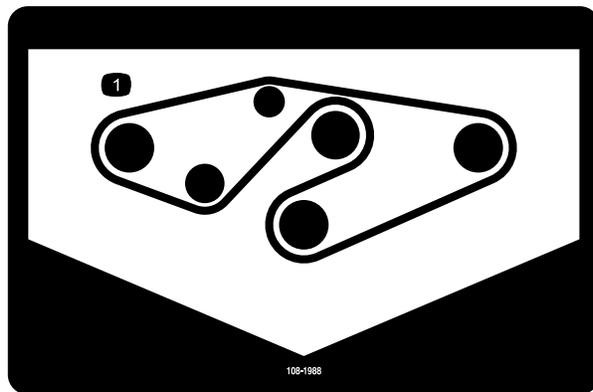

Figure 36
4. Acheminez la courroie neuve autour des poulies d'axe et de l'ensemble poulie de tension, comme indiqué à la Figure 36.